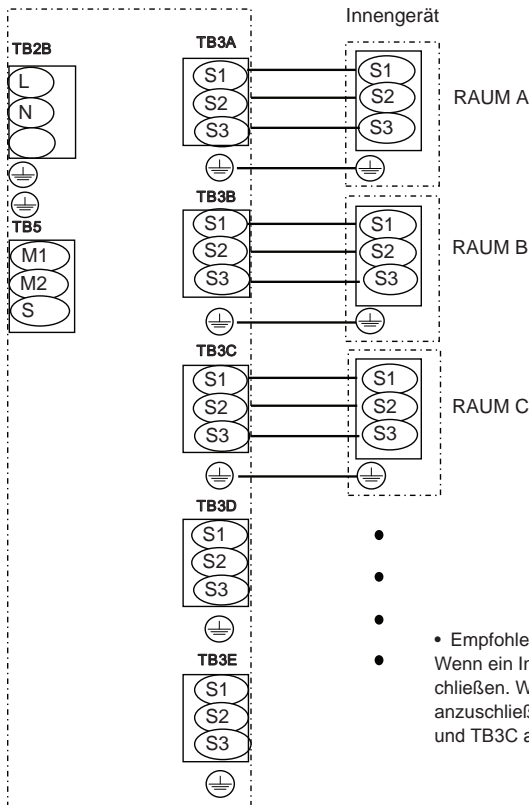

Fig. 8-9
8.2. Externe Verkabelung (Fig. 8-8, Fig 8-9)